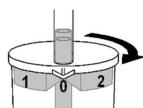

Abb. 2
3. Pour une aspiration normale, tournez le bocal jusqu'à ce que la flèche sur le couvercle pointe vers une position ouverte ("0") (Fig. 2)